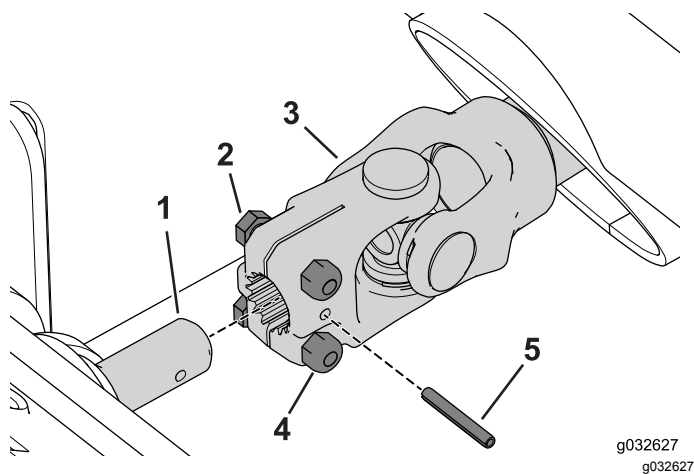

Figura 125
- Utilice el pasador cilíndrico para conectar el árbol de transmisión al eje de la caja de engranajes (Figura 125).